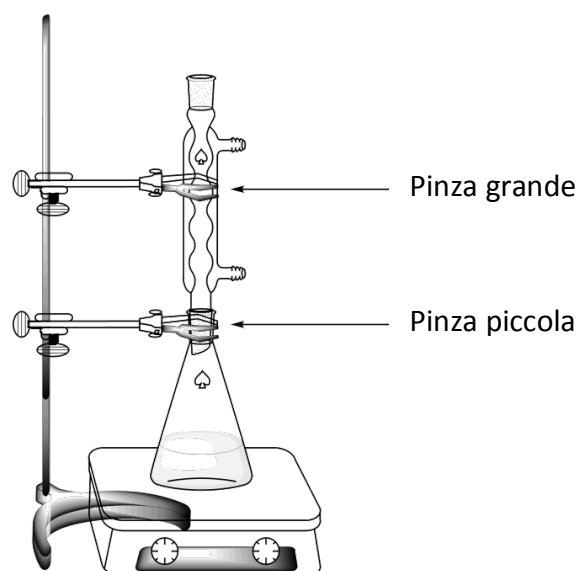

Figura 1. Schema per riscaldare la miscela di reazione sotto riflusso
4. **Connetti** il condensatore a riflusso alla beuta allargando la pinza grande in modo da aggiustare bene la connessione (Figura 1). **Alza** la tua “HELP card”. Un assistente di laboratorio verrà per aprire il rubinetto dell’acqua e accendere la piastra riscaldante.
2. **Fai** la ricristallizzazione del prodotto grezzo contenuto nella beuta smerigliata da 50 mL facendo attenzione ad utilizzare un’opportuna quantità di questa soluzione acqua/etanolo, usando lo stesso schema utilizzato per il riscaldamento a riflusso (Figura 1). **Alza** la tua “HELP” card. Un assistente di laboratorio verrà per aprire il rubinetto dell’acqua e accendere la piastra riscaldante. **Aggiungi** il solvente dalla parte alta del condensatore, se necessario.